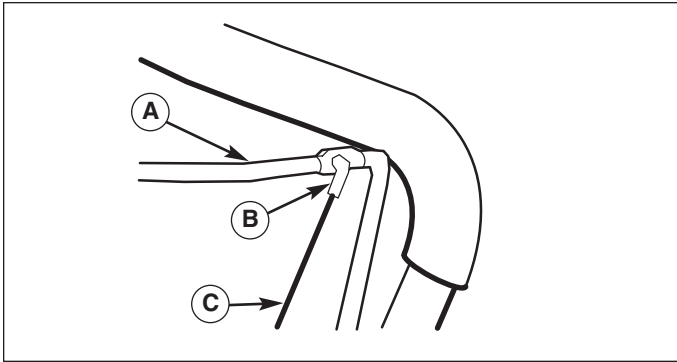

Abbildung 3. Anbringen des Z-Hakens
2. Den Schneckenantriebs-Seilzug (C, Abbildung 3) mit dem Z-Haken (B) am Schneckenantriebshebel (A) befestigen.